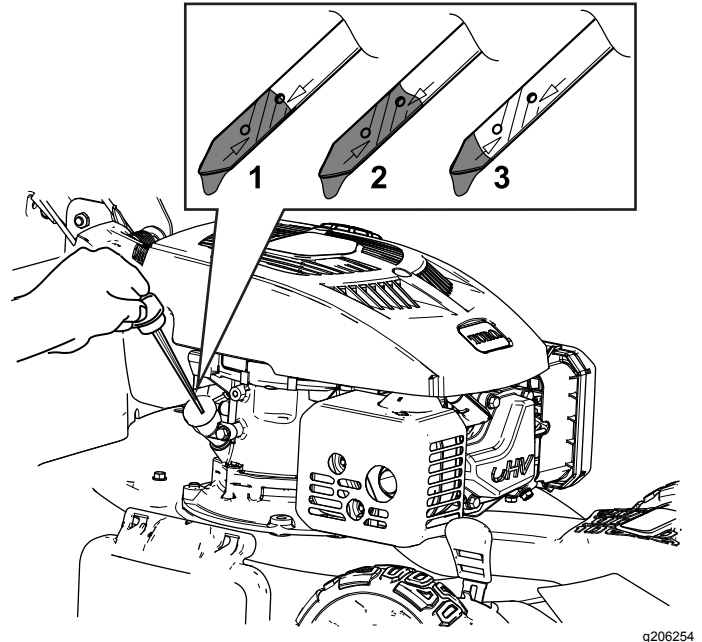

Figure 13
2. Tournez le bouchon dans le sens antihoraire et sortez la jauge (Figure 13).
5. Vérifiez le niveau d'huile indiqué par la jauge (Figure 13).